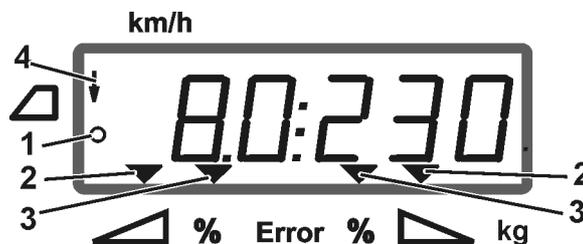

Figura 6
- l'**AMADOS+** sta ricevendo gli impulsi per il calcolo del percorso (Figura 6/1);
- le paratoie di chiusura sono aperte (Figura 6/2).
- Lo spargimento sui confini verrà visualizzato sul display mediante un'apposita freccia (Figura 6/4).
- Nel display di lavoro, i simboli a triangolo (Figura 6/3) indicano una variazione della quantità di spargimento.